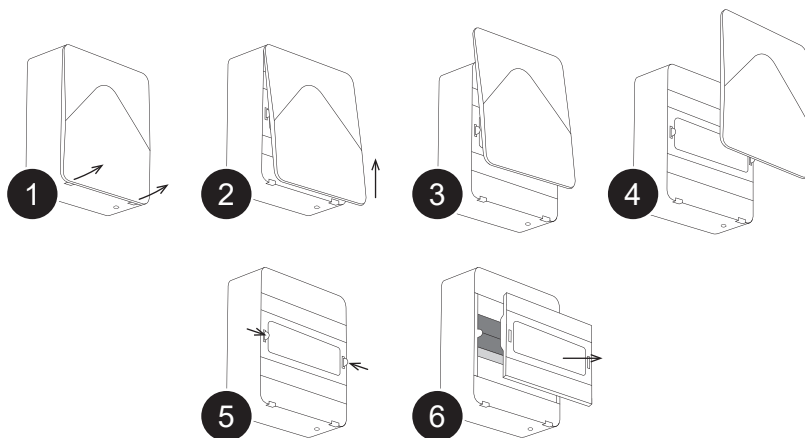

Рисунок 4.6 – Снятие сервисной панели
4.2.13. Откройте сервисную панель (рис. 4.6). Извлеките фильтры из устройства.